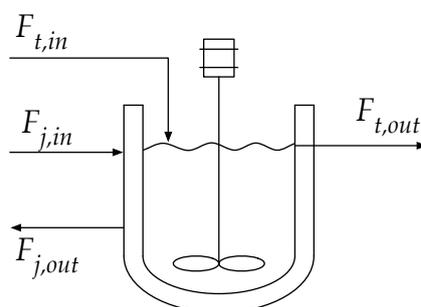

Figura 3: Tanque calentado mediante camisa.
Se dispone de un tanque calentado mediante una camisa con un fluido calefactor (Figura 3). Se considera que el tanque mantiene el nivel constante. Teniendo en cuenta los siguientes datos del tanque y la camisa: Caudal de entrada al depósito 10 l/h, caudal de entrada a la camisa 15 l/h, densidad del líquido del depósito 1 kg/l, densidad del líquido calefactor 1,1 kg/l, calor específico del líquido del depósito 1,25 kcal/kg °C, calor específico del líquido calefactor 1,3 kcal/kg °C, volumen del tanque 25 l, volumen de la camisa 10 l, coeficiente global de transmisión de calor (U) 5 kcal/h m², área de intercambio 31 m², temperatura de la corriente de entrada al tanque 50°C, temperatura del fluido entrante a la camisa 150°C.